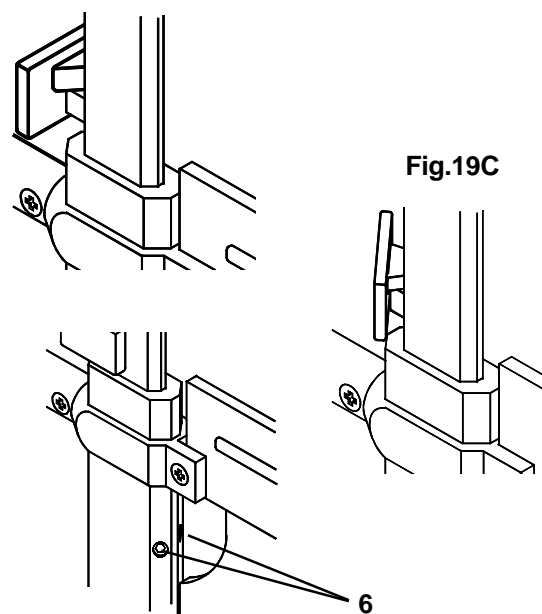

Fig. 19 D
Pour installer les accoudoirs, faire glisser le montant extérieur (1) dans le logement (2). L'accoudoir se verrouille automatiquement (Fig. 19).
Pour retirer l'accoudoir, faire tourner le levier de déverrouillage jusqu'au premier cran et retirer l'accoudoir (Fig. 19C). Pour replacer l'accoudoir, faire glisser à nouveau l'accoudoir dans le logement (2) et remettre le levier en position de verrouillage (Fig. 19).
L'accoudoir peut être ajusté pour éliminer le jeu du logement et du montant à l'intérieur (Fig. 19). Pour serrer ou desserrer le montant extérieur dans le logement, commencer par desserrer les quatre boulons plats de 10 mm (5), deux de chaque côté du logement. L'accoudoir se trouvant dans le logement, serrer le logement pour atteindre l'ajustage souhaité puis serrer les quatre boulons. Pour ajuster le montant intérieur, deux vis sans tête (6) sont